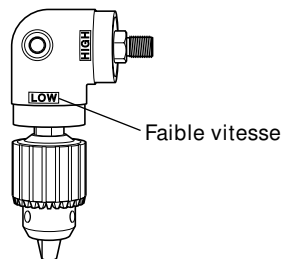

Fig. 9
- Pour utiliser l'angle à faible vitesse, fixer le mandrin sur l'axe de l'angle en face du repère latéral "LOW", et fixer avec la vis de verrouillage. A ce réglage, la vitesse de perçage tombe à environ 70% et le couple de perçage augmente jusqu'à environ 150%. (Fig. 9)